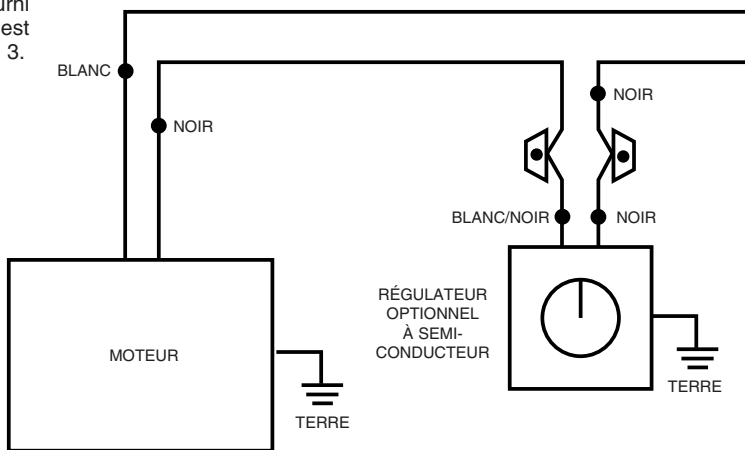

Figure 5
*Ce ventilateur est commandé par une tirette à 3 vitesses, 0-Arrêt, 1-Basse, 2-Moyenne, 3-Élevée. Se reporter à la figure 5. Tous les autres ventilateurs sont fournis avec 12003 contrôleur de vitesse mural.
7. Fixez les trois lames, leur côté incurvé en dessous vers le moteur, avec la cale d'isolation montée entre pale et ventilateur. Assurez-vous que le support de pale est à plat contre la plate-forme de moteur quand vous serrez les écrous de pales pour une bonne fixation (voir la Figure 5).
IMPORTANT CONSEIL : Il est important de remarquer la bonne position d'installation des serre-câbles comme illustré en Figure 5. Pour obtenir la meilleure force de maintien, installez la section étrièr de l'attache en fin de câble ou sur sa petite partie, en chevauchant le grand morceau du câble. Une installation incorrecte réduit l'efficacité du raccordement jusqu'à 40%.